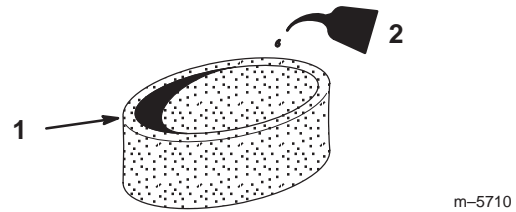

Figure 22
3. Imbibez l'élément de 30 à 60 ml d'huile (Fig. 22). Pressez l'élément pour bien répartir l'huile.